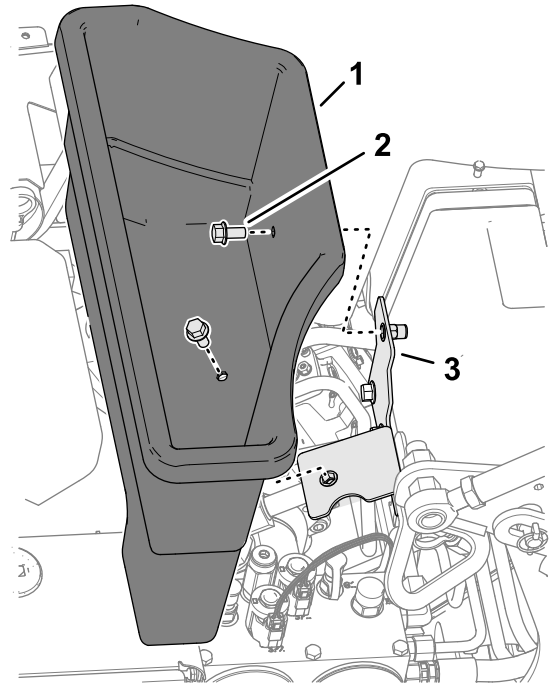

图 126
3. 拆下将储物箱固定至储物箱支架的 2 个凸缘头螺栓 图 126。